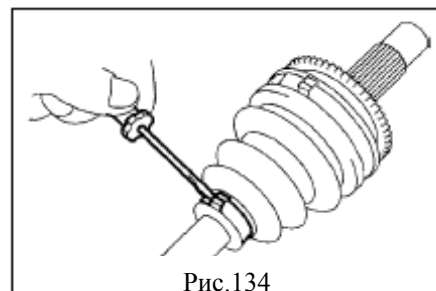

Рис. 134
23. Снимите малый хомут пыльника внешнего ШРУСа помощью отвертки. (рис. 134)